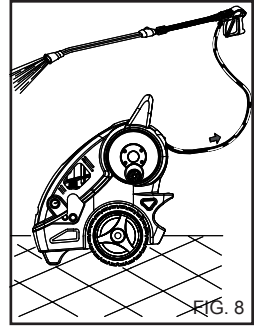

FIG. 8
- 4) После использования моющего средства сполосните под давлением контур подачи воды: включите насос на 1 минуту с полностью закрытым дозировочным краном. (fig. 8).